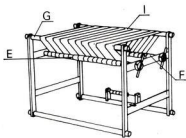

fig 2
Les fils de chaîne sont tendus dans le métier entre l'ensouple arrière (F) et l'ensouple avant (E), en passant la poitrinière cylindrique (G) et la poutre tendeuse arrière (I), comme le montre la figure 2. Vous pourriez faire un tissage en tressant simplement les fils de trame entre les fils de chaîne. Une telle technique manuelle est parfois utilisée, surtout en tapisserie.